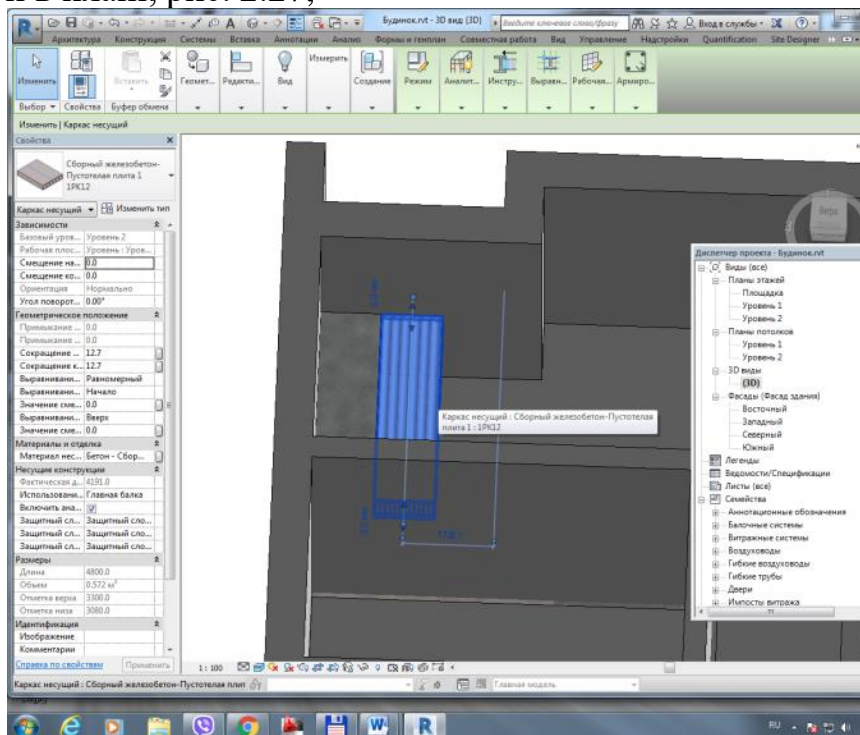

Рис. 2.27. Переміщення плити
- а потім на 3D виді скоригуйте положення плити шляхом переміщення її в плані, рис. 2.27,